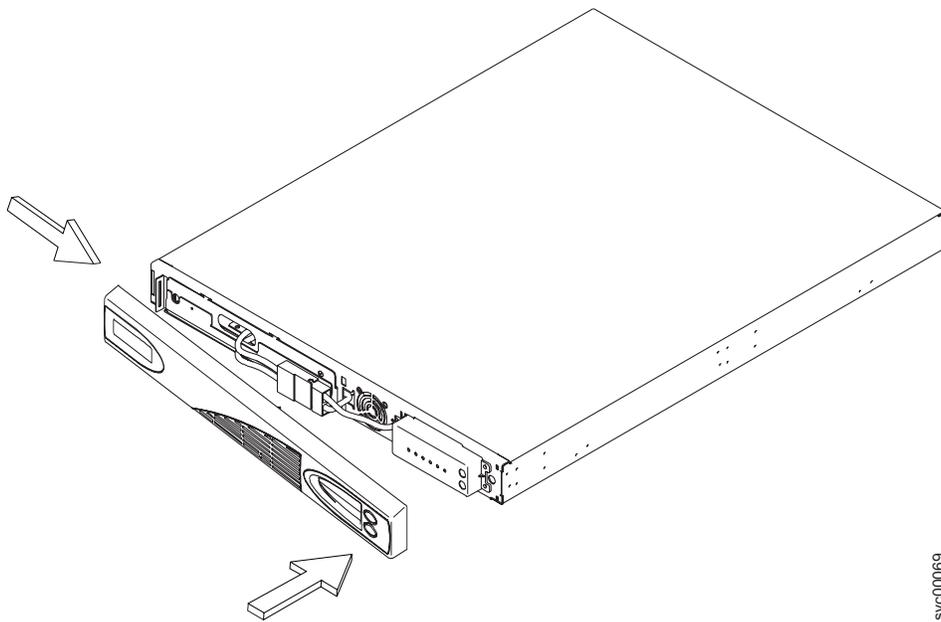

図 334. 2145 UPS-1U のフロント・パネルの交換
3. 376 ページの図 334 に示すように、内部バッテリー・コネクタを接続します。ガイド・キー付きのコネクタのそれぞれの端部には 2 本のワイヤーがあります。1 本は赤 (+) でもう 1 本は黒 (-) です。黒色ワイヤーと赤色ワイヤーを結合します。
4. フロント・パネルを、パネル左側に引っ掛かるまで右方に押します。376 ページの図 334 に示すように、フロント・パネルを、パネルがカチッと音が鳴って2145 UPS-1U の右と、真中のセクションに収まるまで前方に押します。